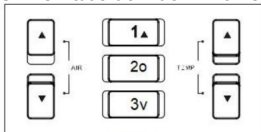

FIG. 1-4
1. Passen Sie die Luftmenge an: Drücken Sie die "↕" oder "↕"-Taste (siehe Abb. 1-4). Langes Drücken für Luft schnell, um sie anzupassen. Halten Sie die Taste 3 Sekunden lang gedrückt, um die Einstellung zu speichern. automatisch.